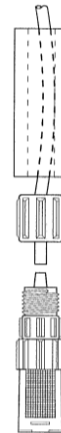

Figure 5 : Crépine avec lest céramique
5) En vous référant à la Figure 5, faites glisser le lest céramique de la crépine sur le tuyau d'aspiration en premier, puis dévissez l'écrou de serrage de la crépine et faites-la ensuite glisser sur le tuyau. Poussez l'extrémité du tuyau sur la crépine et vissez l'écrou de serrage à la main. Serrez à la main uniquement, n'utilisez pas de clefs. **Remarque :** Immergez la tuyauterie dans l'eau chaude pour la ramollir de la fixer au raccord.